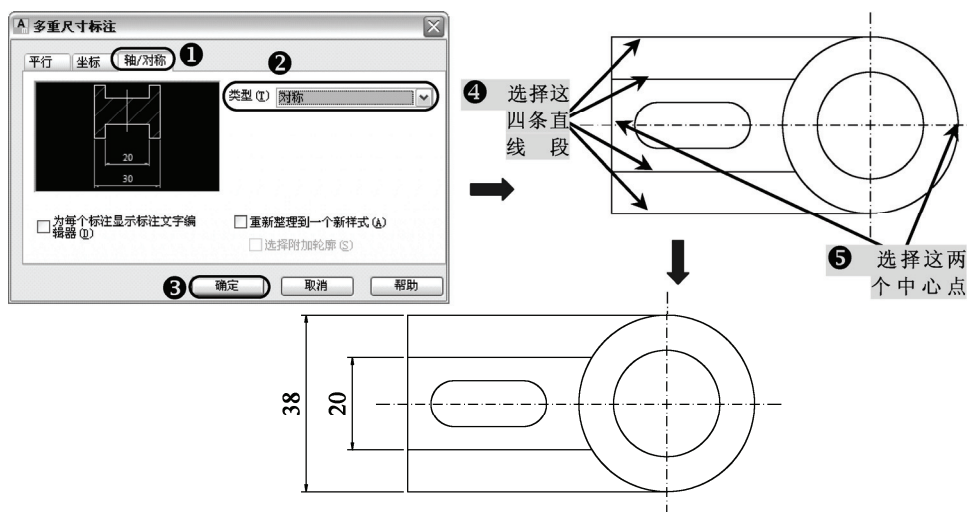

图 4-38 对称多重标注
5) 执行“多重标注”命令 (amautodim) 后, 弹出“多重尺寸标注”对话框, 依次选择“轴|对称|对称”, 确定, 依图示选择要标注的线段, 再选择两个中心点, 对“俯视图”中对称外形进行标注, 如图 4-38 所示。